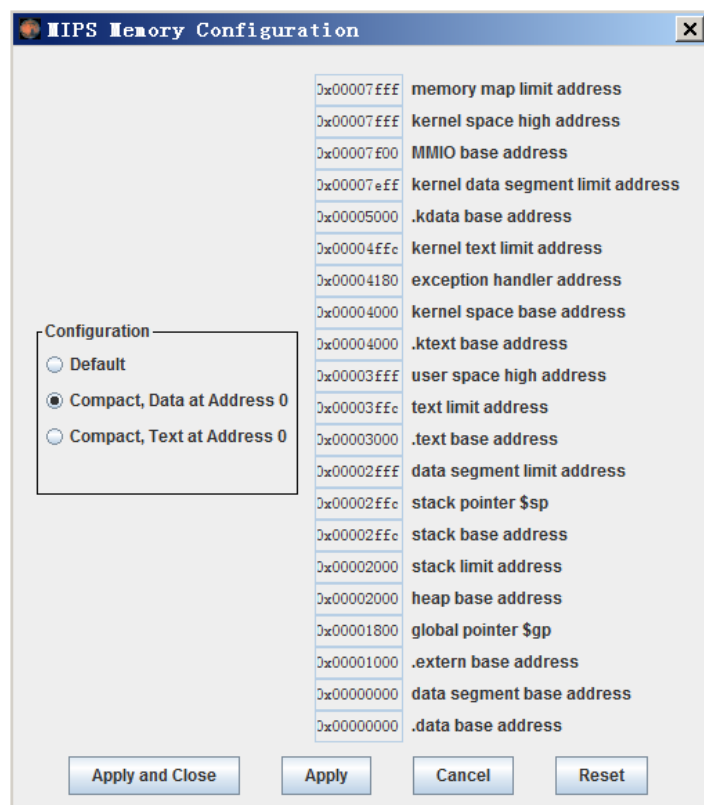

Figure1 MIPS 存储配置模式(MARS memory configuration)
- a) 现场测试用的测试程序将通过 MARS 产生, 其配置模式如 Figure1 所示。